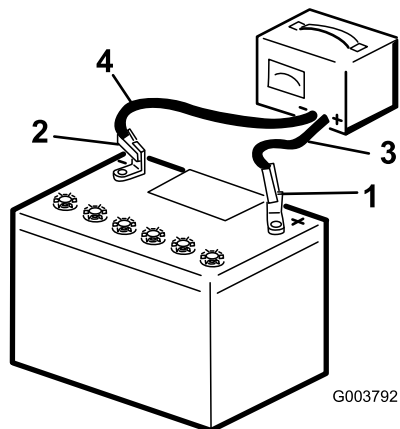

Figure 38
4. Quand la batterie est chargée au maximum, débranchez le chargeur de la prise, puis débranchez les fils du chargeur des bornes de la batterie (Figure 38).
3. Chargez la batterie pendant 10 à 15 minutes entre 25 et 30 A, ou pendant 30 minutes entre 4 et 6 A (Figure 38). Ne chargez pas la batterie excessivement.